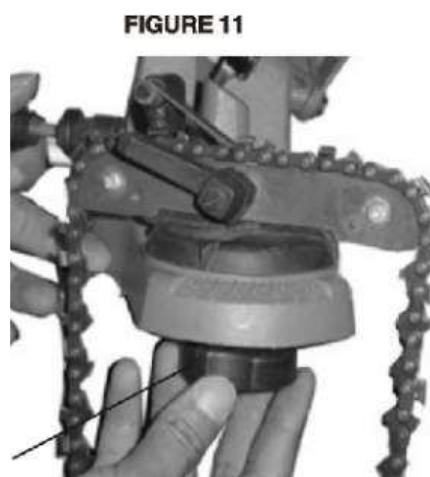

FIGURE 11
6. Desserrez la **molette de blocage (n° 18)** et réglez de nouveau l'angle pour que la première dent qui n'a pas été affûtée se retrouve contre la **butée de chaîne (n° 23)** et bloquée comme expliqué page 6. Reportez-vous à la **FIGURE 11**.